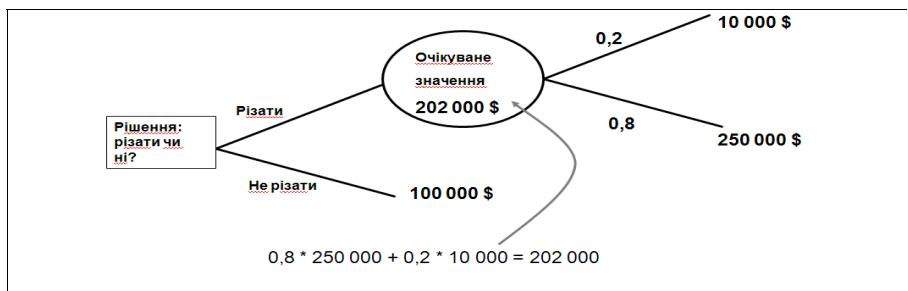

Рис. 3.7. Структура дерева рішень
**Наприклад.** Є необроблений алмаз. Якщо його розрізати для огранування – то загальна вартість буде 250000 дол. Якщо не розрізати – 100000. При розрізанні алмаз може з імовірністю 0,2 розколотися, і тоді вартість буде 10000. Дерево рішень буде мати наступний вигляд (рис. 3.7):